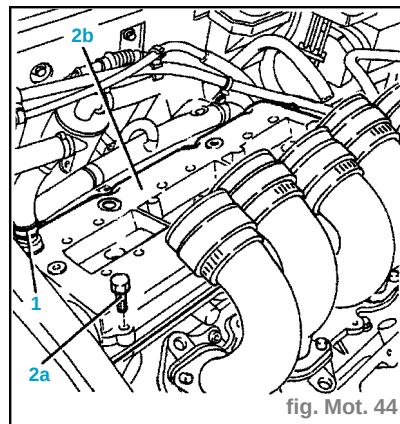

fig. Mot. 44
- Déposer le tuyau de recyclage des vapeurs d'huile au niveau du cache-culbuteurs (1) (fig. Mot. 44).